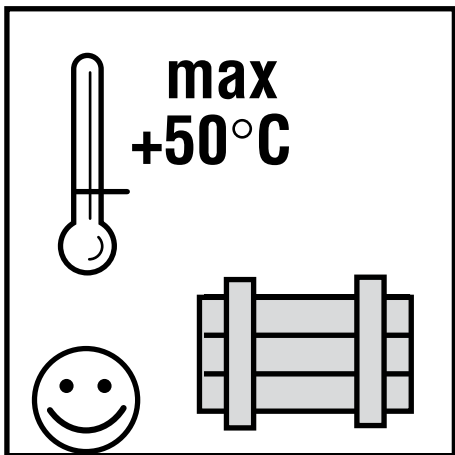

Fig.: 7
- Não deixar o motor exposto a temperaturas superiores a  $+50^{\circ}\text{C}$ , caso contrário poderia haver perdas do líquido do motor (Fig.: 7)